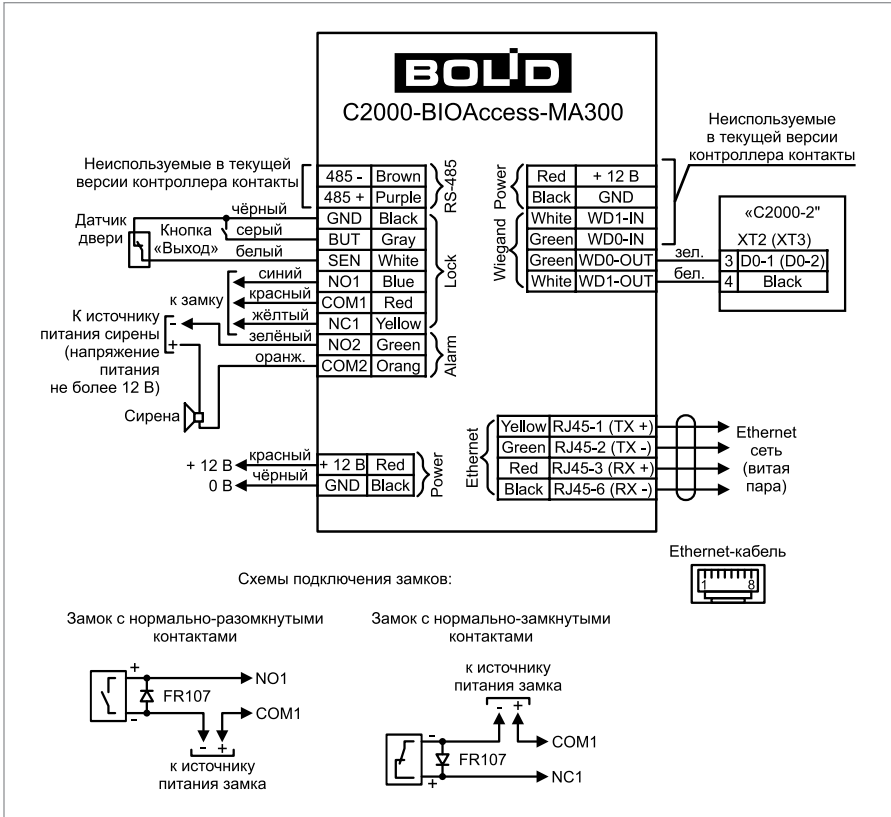

Рисунок 17. Схема подключения контроллера «C2000-BIOAccess-MA300»
2.2. Схема подключения контроллера приведена на Рисунок 17.